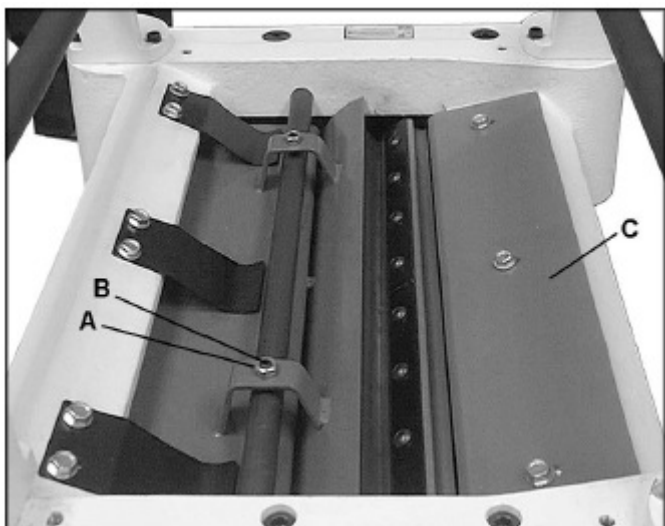

Рис. 27
2. Ослабить контргайки (А, рис. 27) на обоих концах стружколомателя и поворачивать установочные винты (В, рис. 27) для подъема или опускания стружколомателя по мере необходимости. Установочные винты следует поворачивать одинаково.
3. При касании стружколомателя калибра затянуть обе контргайки (А, рис. 27).
Стружкоотражатель (С, рис. 27) предотвращает падение стружки в выводной ролик. Стружкоотражатель должен быть отрегулирован так, чтобы расстояние от кромки ножей составляло от 1,6 мм до 3,2 мм. Проверить, чтобы стружкоотражатель был сориентирован так, чтобы конус на его передней кромке совпадал с формой режущего вала.